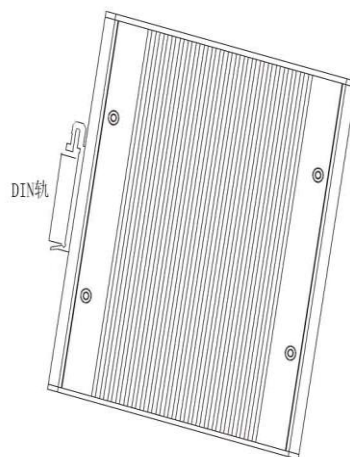

图 3-1 RugNet IES1008M 安装方式图
大多数的工业应用采用 35mm 标准 DIN 卡轨式安装，其安装尺寸如图 3-1 所示。
- 如图 3-1 中所示，将 DIN 轨卡入 DIN 卡轨连接座，确认 RugNet IES1008M 设备可靠地安装到 DIN 轨上。